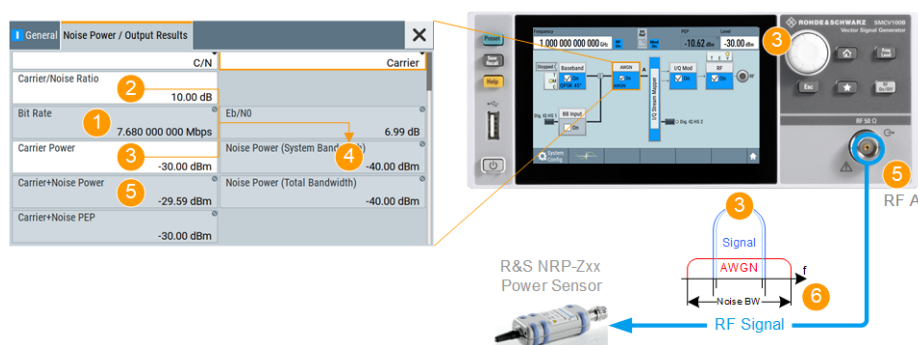

Рис. 6-3: AWGN: описание информации на экране
**Мощность несущей** является мерой *сигнала без распределения шума*. Данный показатель связан со значением уровня "Level" в панели "Панель состояния" (см. рис. 6-3).
В режиме аддитивного шума "Additive Noise" выходной сигнал является *сигналом с шумовым распределением*. Таким образом, уровень мощности выходного ВЧ-сигнала соответствует **мощности несущей+шум** (см. рис. 6-3).
На рис. 6-3 приведен пример генерации шума AWGN со следующей конфигурацией: